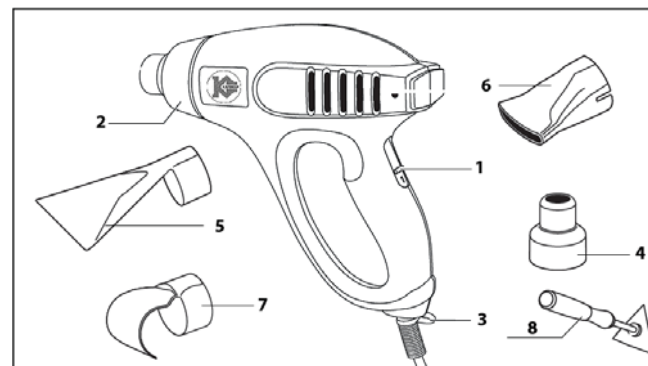

рис. 1
4.1 Общий вид тепловистолета схематично представлен на рис. 1